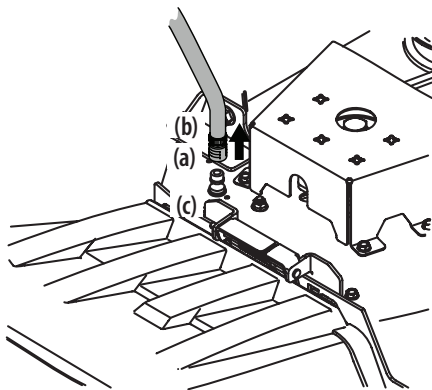

Figura 30
3. Tire del collarín de ajuste (a) del adaptador del pico (b) hacia atrás y empuje el adaptador del pico sobre el pico de lavado de la plataforma (c). Suelte el collarín de ajuste para trabar el adaptador del pico en el pico de lavado de la plataforma. Consulte la Figura 30.